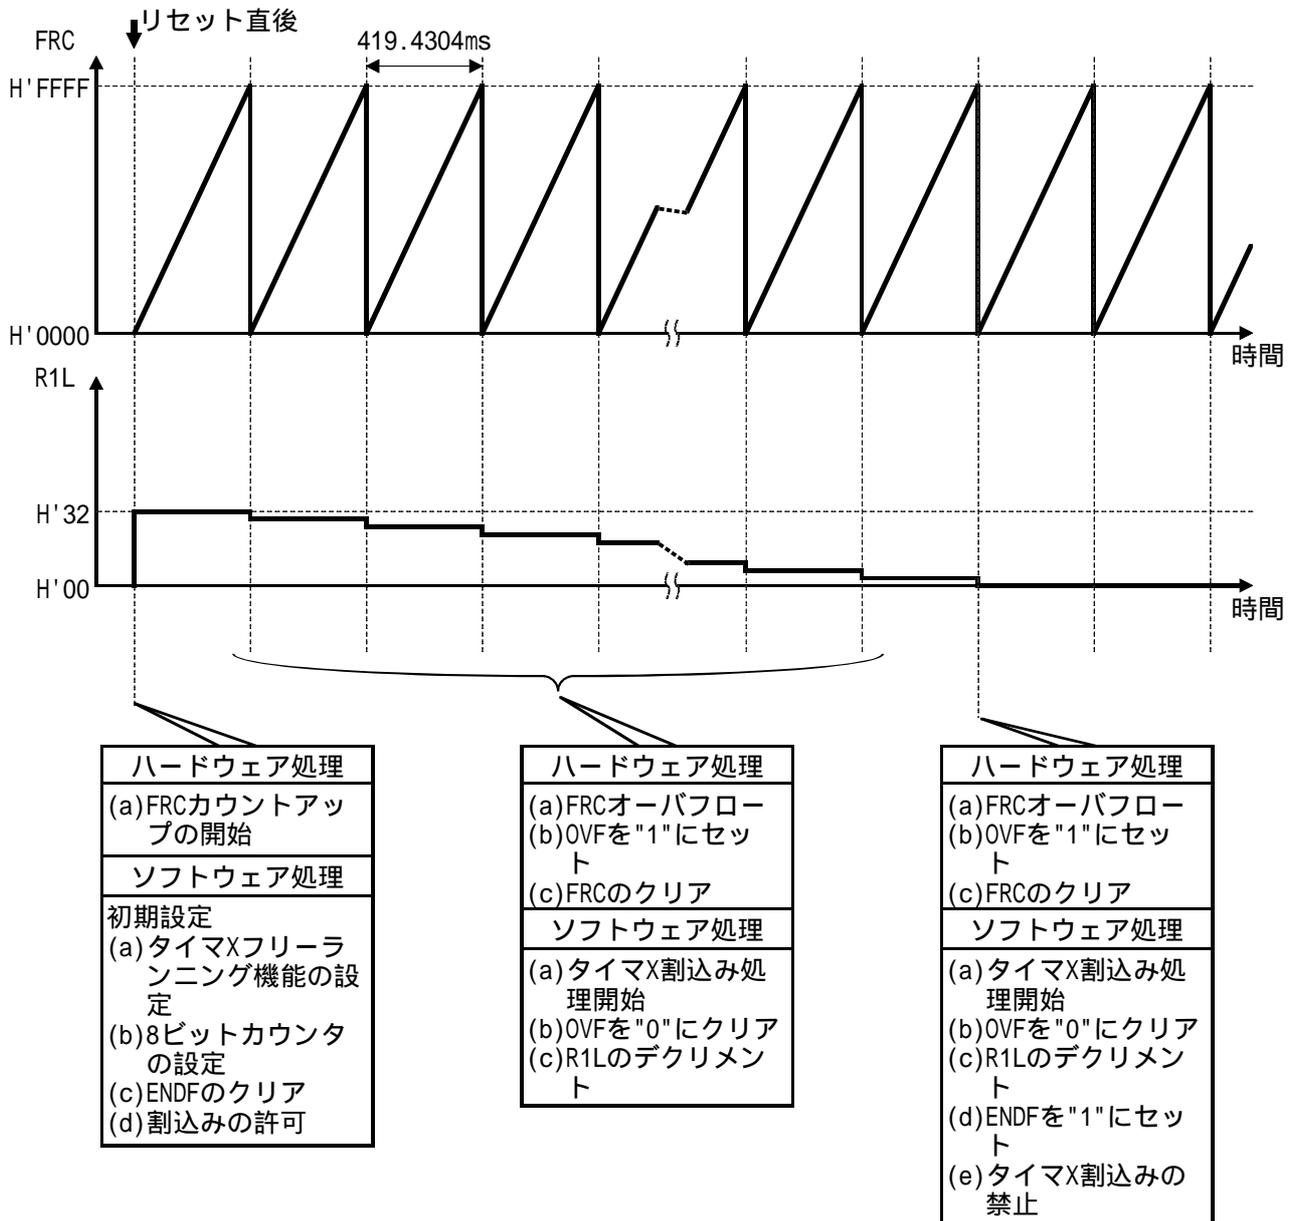

図2 タイマX16ビットフリーランニング機能による割り込み回数のカウント動作原理
(1) 図2に動作原理を示します。図2に示すようなハードウェア処理、およびソフトウェア処理によりタイマXフリーランニング機能による割り込み回数のカウントを行ないます。